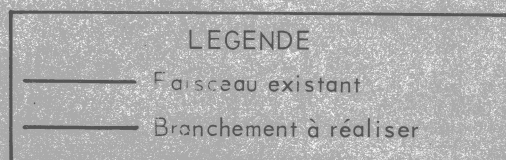

Fig. 1
2. Réaliser le branchement indiqué sur la figure 1 :
- Connecter la fiche (4) (repérée mauve) du relais SANOR à la masse (masse commune sur fixation de centrale clignotante).